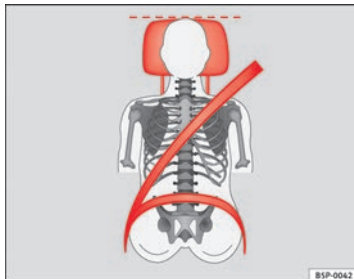

Fig. 13 Sangle de ceinture de sécurité bien ajustée et appuie-tête correctement réglé (vue de face)
- La sangle baudrier de la ceinture de sécurité doit passer au milieu de l'épaule, jamais sur le cou. La ceinture de sécurité doit s'appliquer bien à plat sur le buste et l'enserrer fermement ⇒ fig. 13.